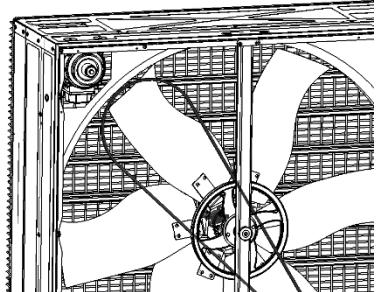

fig.7
- a. Rimuovere completamente la cinghia facendola passare tra convogliatore e pala (fig. 7).